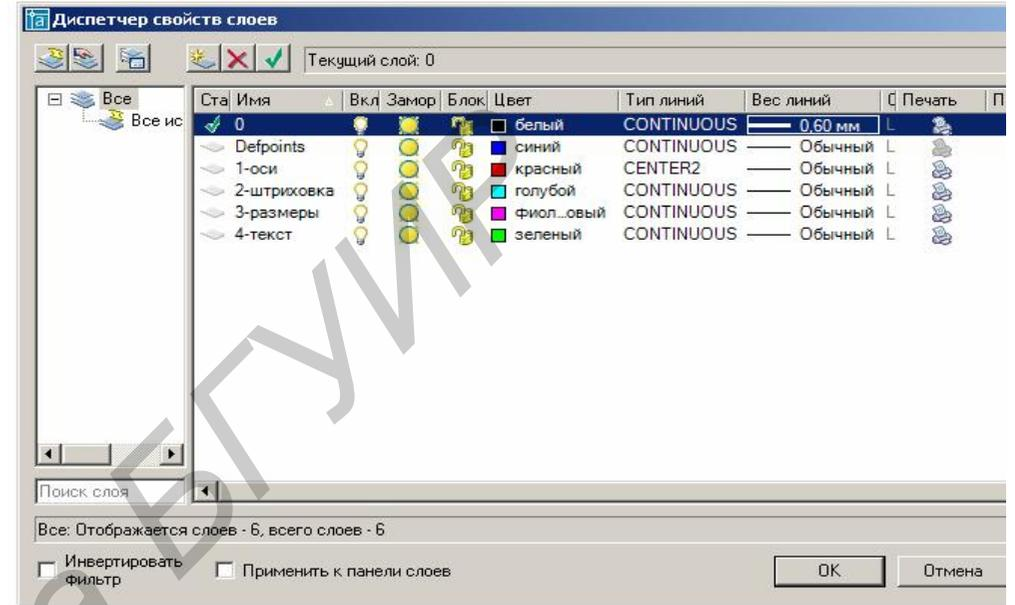

Рис.10. Рекомендуемые настройки слоев
- 1) в падающем меню **Формат** включить команду **Слои**. Откроется диалоговое окно **Диспетчер свойств слоев** (рис.10);